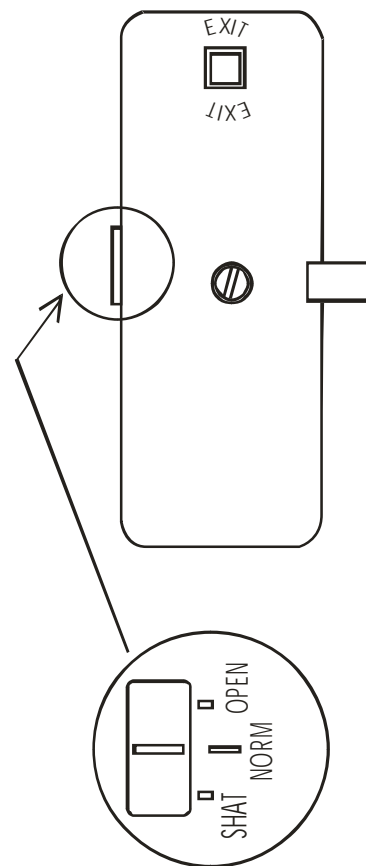

Рис. 5
- перевести замок в режим "День открытых дверей" и "Заперто изнутри"(рис. 5)
**ВНИМАНИЕ !** Перевод замка в положение «SHAT» (заперто изнутри) возможно осуществить только при закрытой двери и изнутри (рис. 5).
Нажать кнопку "EXIT" (ВЫХОД) и в течении 2-х секунд открыть дверь (рис. 5). Если кнопка "EXIT" удерживается, то замок будет открыт, пока удерживается кнопка, и после отпускания кнопки в течении 2\* сек.
### **3.3. В замке предусмотрен переключатель режимов работы замка (рис. 5).**